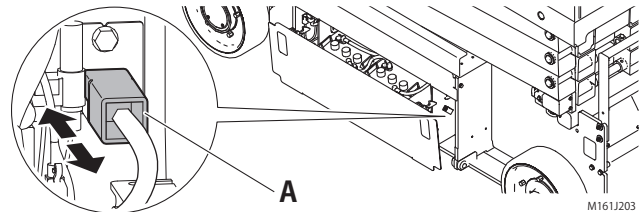

Fig. 11-4
4. Trennen Sie den Trennschalter (Fig. 11-4, A), um die Akkus elektrisch zu trennen. Nehmen Sie bei Bedarf die Akkus aus der Maschine heraus und bedecken Sie diese.